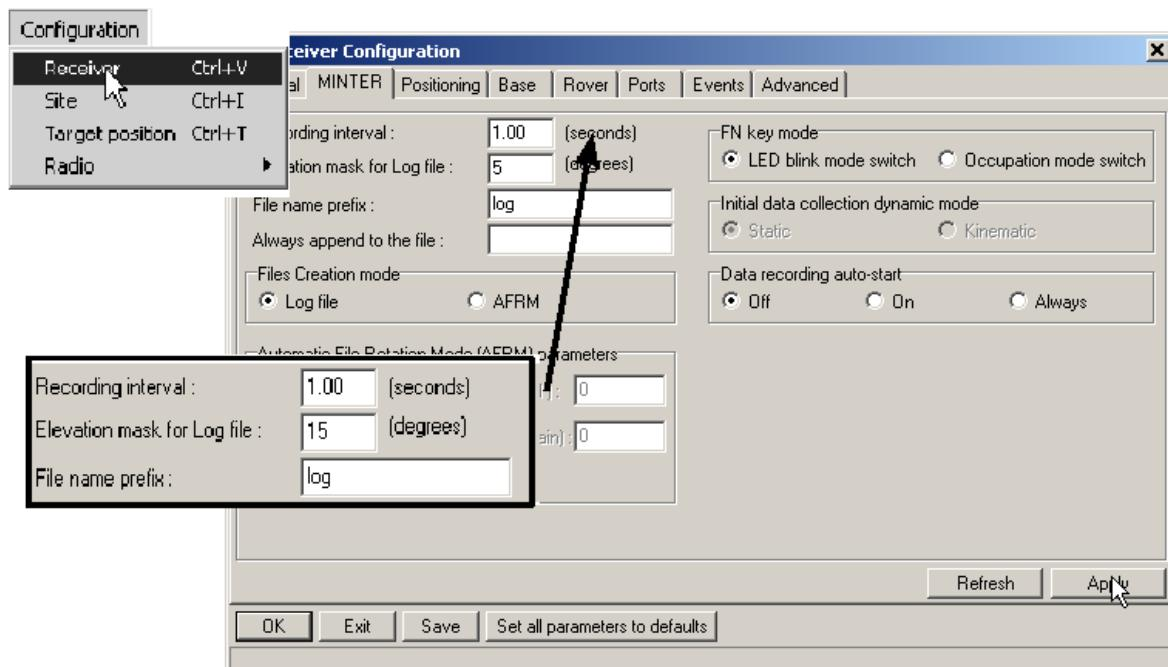

Рисунок 2-11. Настройка приемника - вкладка MINTER
- После того, как соединение будет установлено, выберите пункт меню **Configuration > Receiver (Настройка > Приемник)**, см. рис. 2-11.
- Выберите вкладку MINTER установите перечисленные ниже значения параметров настроек, после чего щелкните на кнопке Apply (см. рис. 2-11).